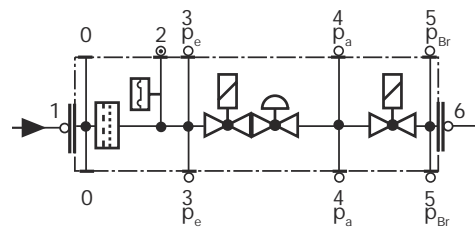

Fig. 23
- Cambiar el filtro cuando Δp entre las tomas de presión 1 y 3 sea > 10 mbar (Fig. 23).
- Cambiar el filtro cuando Δp entre las tomas de presión 1 y 3 (Fig. 23) sea dos veces mayor que el valor registrado durante el último control.